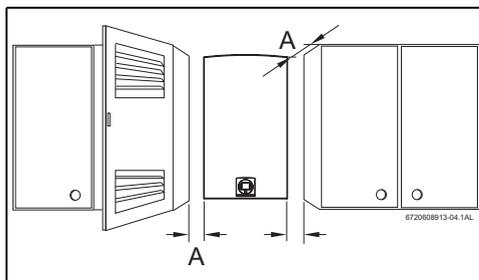

Fig. 18 Distancias mínimas
- ▶ Respetar las medidas mínimas de instalación indicadas en la Fig. 18.
- ▶ Asegurar un buen acceso para los trabajos de mantenimiento, respetando las distancias mínimas indicadas en la Fig. 18.